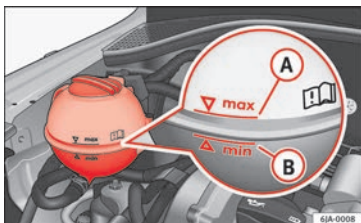

Abb. 208 Motorraum: Kühlmittel-Vorratsbehälter
- Prüfen Sie den Kühlmittelstand am Kühlmittelausgleichbehälter » **Abb. 208**. Der Kühlmittelstand muss bei kaltem Motor zwischen den Markierungen **B** (min.) und **A** (max.) liegen. Bei warmem Motor kann er auch etwas über der Markierung **A** (max) liegen.
- Legen Sie einen Lappen auf den Deckel des Kühlmittelausgleichbehälters » **Abb. 208**
Füllen Sie das Kühlmittel nicht über die Marke **A** (max.)! » **Abb. 208** Überschüssiges Kühlmittel wird bei Erwärmung durch das Überdruckventil im Verschlussdeckel des Kühlmittelausgleichbehälters aus dem Kühlsystem gedrückt.